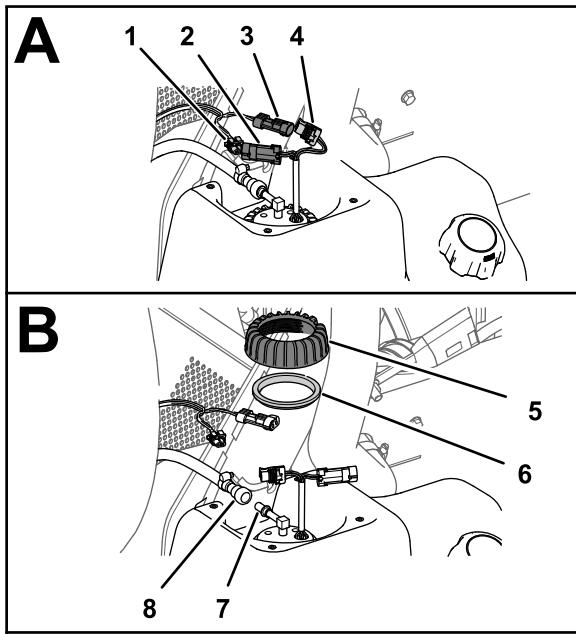

Bild 83
Maschinenkabelbaums von der 2-poligen Buchse der Kraftstoffpumpe/Zuführeinheit (Bild 83).
2. Schieben Sie die Verriegelungshülse der Kraftstoffschlauchkupplung vom Anschlussstück der Kraftstoffpumpe/Zuführeinheit weg und ziehen Sie die Kupplung und den Schlauch vom Anschlussstück ab (Bild 83).
3. Drehen Sie die Mutter der Kraftstoffpumpe/Zuführeinheit gegen den Uhrzeigersinn und entfernen Sie die Mutter und die Dichtung (Bild 83)